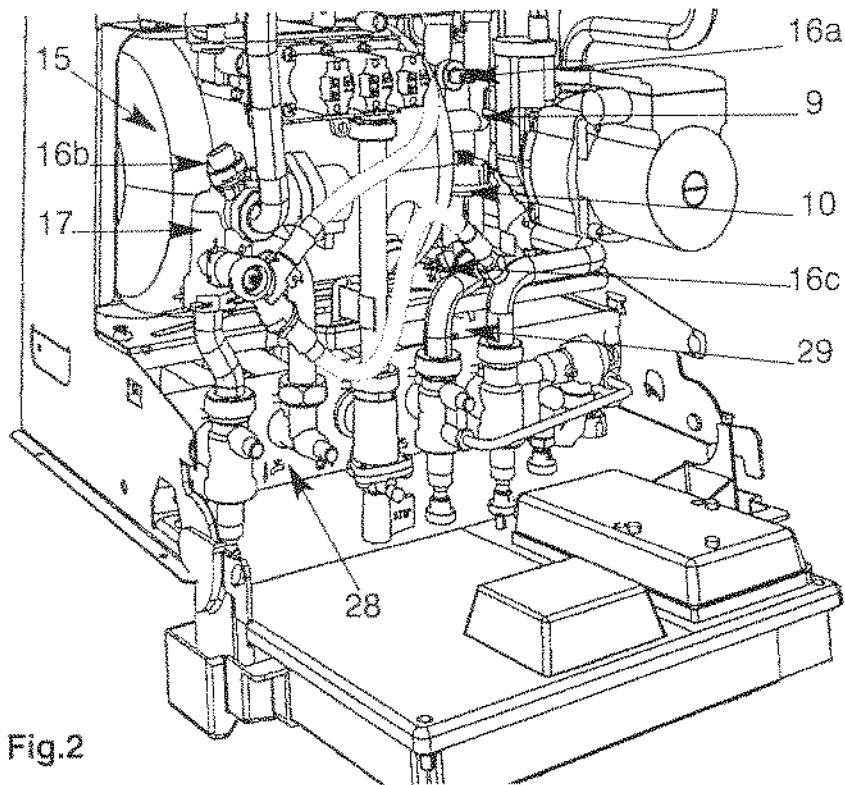

Fig.2
9. - Débistat chauffage (fig. 2).
10. - Débistat eau chaude sanitaire (fig. 2).
- 15. - Réserve isotherme intégrée (R2i) (fig. 2).
- 16a. - Thermistance eau chaude sanitaire (fig. 2).
- 16b. - Thermistance chauffage (fig. 2).
- 16c. - Thermistance réserve sanitaire (fig. 2).
- 17. - Vanne 3 voies (fig. 2).
- 28. - Barrette robinetterie (fig. 2).
- 29. - Clapet de décharge situé sur le tube d'arrivée d'eau froide sanitaire (fig. 2).